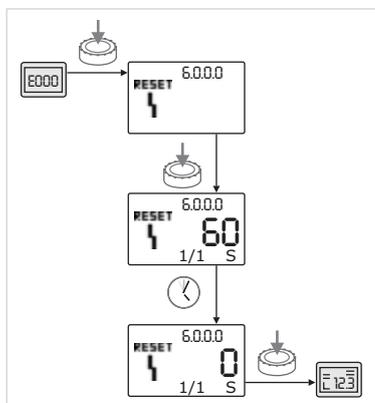

fig. 44: Kvittera feltyp A eller D
- Gör följande för att kvittera fel av typen A eller D (fig. 44):